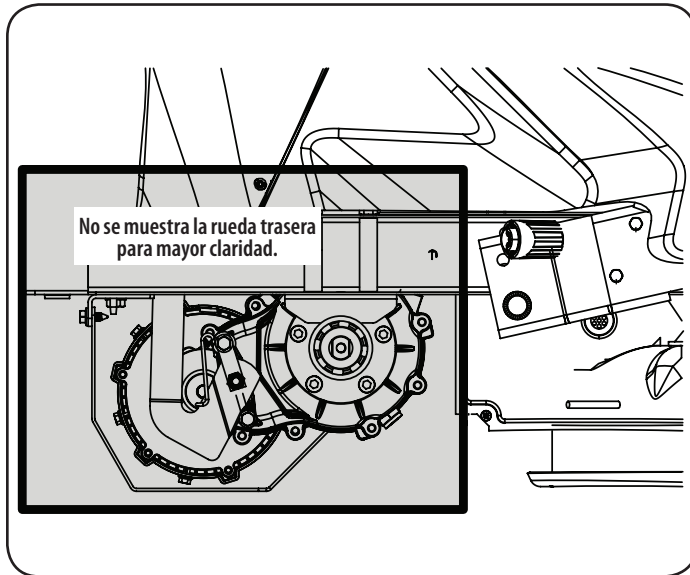

Figura 39
- Limpie alrededor y cerca de la transmisión, el eje y el área del ventilador. Vea la Figura 39.